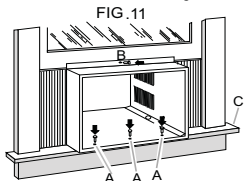
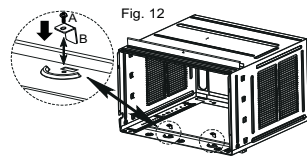

FIG. 11
Fig. 12
Use una broca de 3/16" para perforar tres orificios guía de 3/8" por los tres orificios del gabinete y en el umbral de ventana, y perforo un orificio guía de 3/8" por el orificio del medio del riel superior y en el bastidor de ventana (Fig. 11). Sujete el gabinete a la ventana con tres tornillos Philips cabeza plana de 10 x 1/2" y un tornillo de cabeza redonda de 10 x 3/4" (o 1/2") (Fig. 11).
Use una broca de 1/8" para perforar un orificio en el medio del riel superior y en el bastidor de ventana. Sujete el gabinete a la ventana con un tornillo Philips de cabeza redonda de 10 x 3/4" (o 1/2") (Fig. 11). Coloque dos cierres de seguridad en los orificios ubicados en la parte inferior del gabinete y coloque dos tornillos de cierre en los cierres de seguridad del gabinete según se muestra (Fig. 12).
1. Extienda las cortinas laterales contra el bastidor de ventana (Fig. 11).